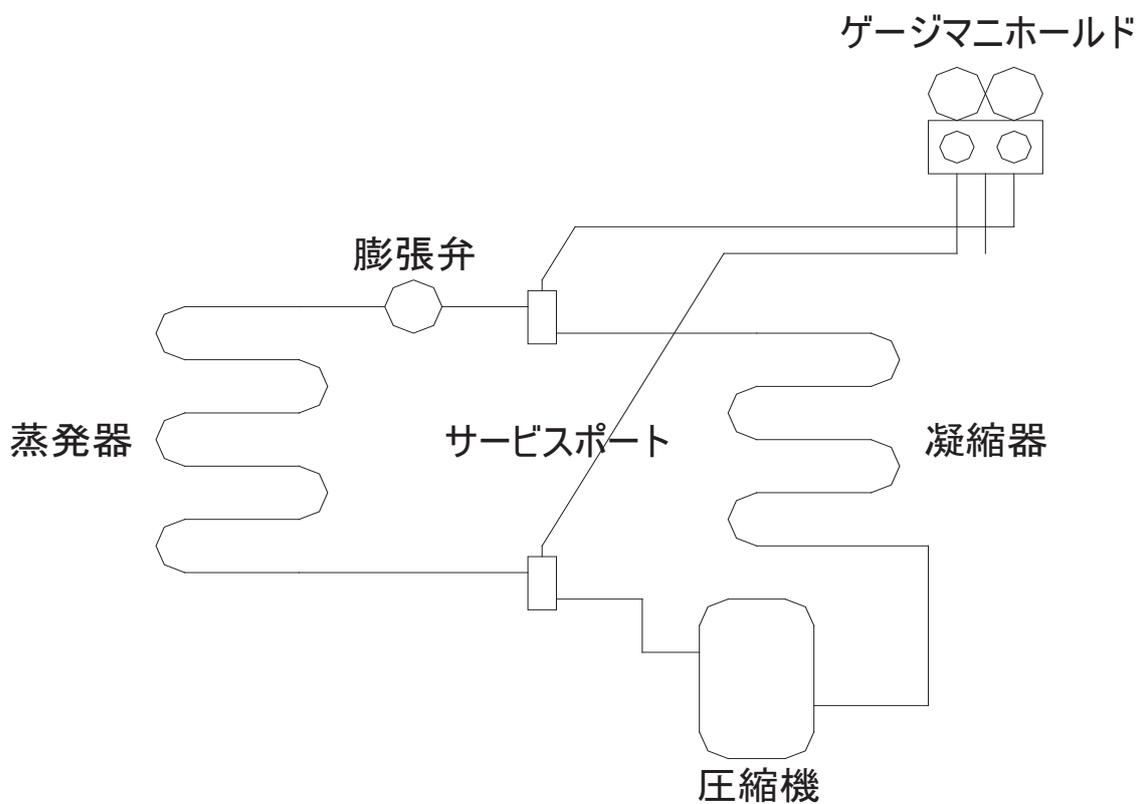

図1 接続例
- (1) 冷凍機とのゲージマニホールドおよび真空ポンプの接続は、「図1 接続例」を参考にする